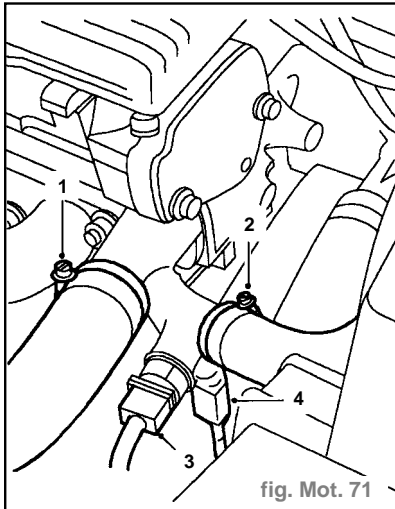

fig. Mot. 71
- Desserrer le collier (1) et débrancher la durite supérieure de radiateur du coude de sortie de liquide de refroidissement (fig. Mot. 71).